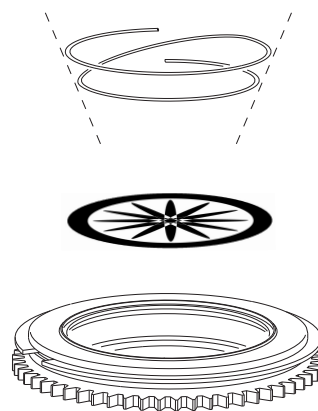

Figure 21: Ressort de rétention des gobos
3. Les gobos sont maintenus dans leur support par un ressort. Consultez la Figure 21. Avec un petit tournevis, décoincez l'extrémité du ressort opposé au gobo. Dégagez le ressort. Dégagez le gobo de son support et remisez-le sur une surface propre et douce